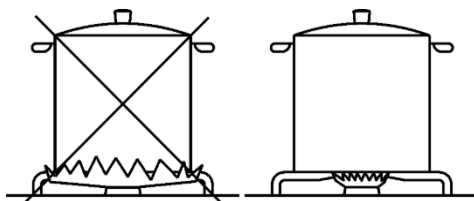

рис. 1
- до кожного пальника використовуйте відповідні каструлі (див. таблицю нижче та рис. 1).